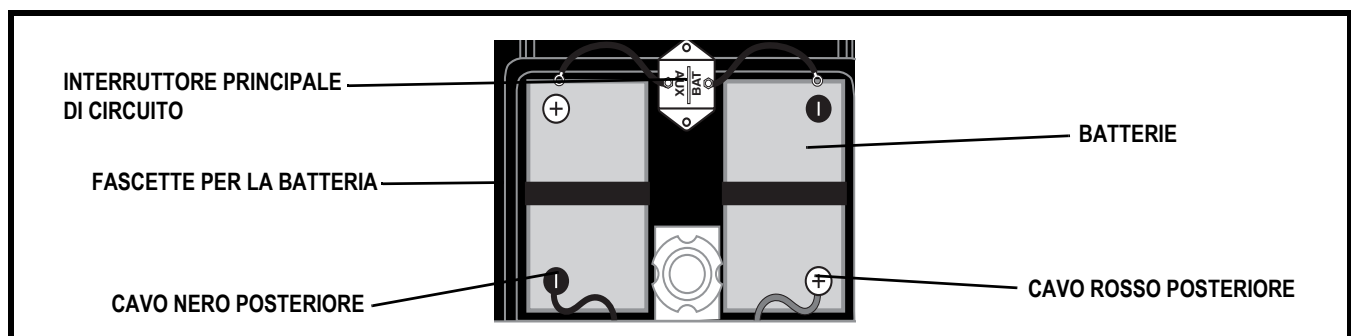

Figura 8. Le Batterie di Collocare e Togliere
2. Posizionare le batterie negli appositi alloggiamenti con i terminali rivolti dalla parte opposta del piantone del sedile. Verificare che il terminale positivo (+) della batteria sul lato sinistro e quello negativo (-) sul lato destro siano rivolti in avanti. **Vedere figura 8.**